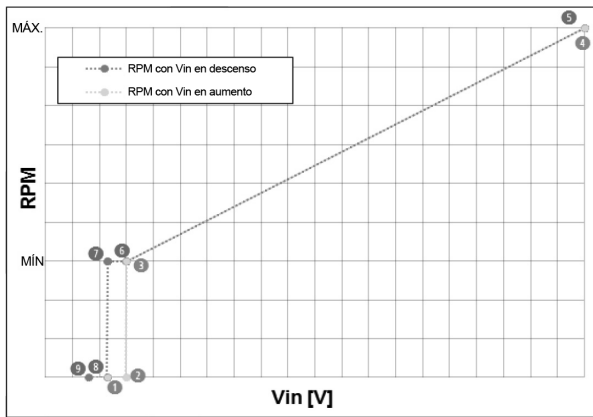

Figura 1
2.5.2 Entrada analógica externa 0-10 V [(7) (8)]
Una señal analógica externa de 0-10 V, aplicada a los terminales (7) y (8), controla la velocidad del circulador de 0 a 100%, siguiendo una función lineal como se ilustra en la Figura 1.
La tabla siguiente es una descripción de los puntos que se muestran en la Figura 1.